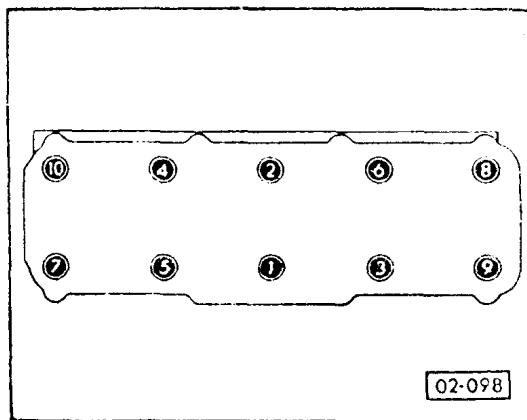

图 7
- 按图7所示相反顺序旋松气缸盖螺栓，并取下气缸盖，拿下气缸盖衬垫。